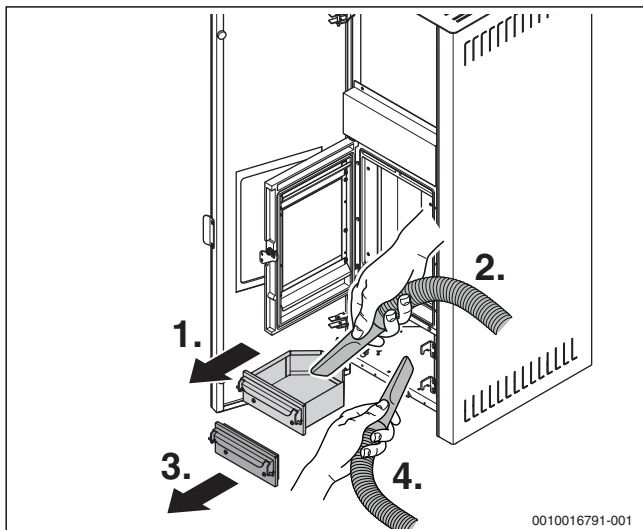

Bild 12 Aschekasten entleeren und Ascherückstände entfernen
- ▶ Aschekasten entnehmen (→ Bild 12, 1.) und entleeren (→ Bild 12, 2.).
- ▶ Deckel des Abgassammlers entfernen (→ Bild 12, 3.)
- ▶ Rückstände aus dem Aschekasten und dem Abgassammler entfernen (→ Bild 12, 4.).